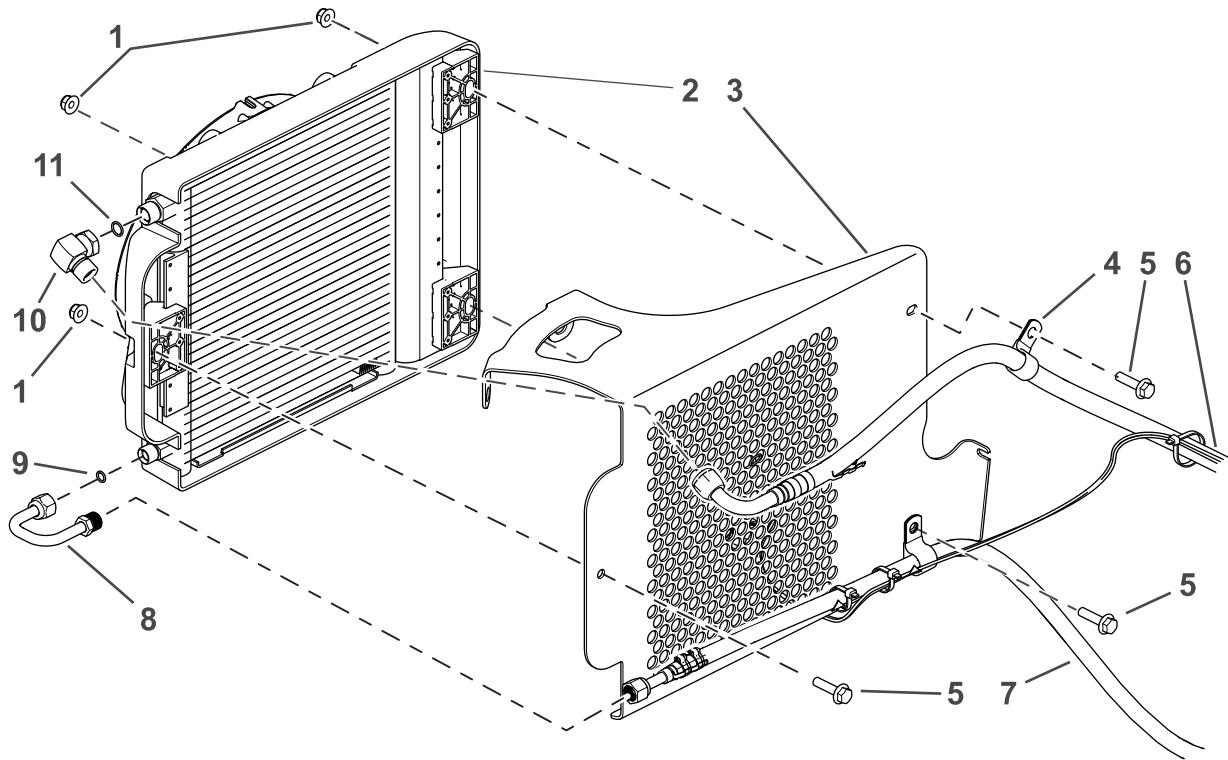

Figure 42
2. Installez le raccord coudé à 90° (pilote à joint torique, -8) et le joint torique (08) sur le haut du condenseur (Figure 42).
3. Installez le raccord coudé à 180° et le joint torique (06) sur le côté du condenseur (Figure 42).
4. Insérez les colliers en R sur les flexibles de condenseur (Figure 42).
5. Fixez le condenseur sur son support avec un boulon (5/16" x 1 1/4") et un écrou à embase (5/16") ; voir la Figure 42. Serrez les boulons à 22,6 N·m.
6. Fixez le tuyau du condenseur allant au boîtier HVAC (tuyau inférieur) sur le condenseur à l'aide du collier en R, d'un boulon (5/16" x 1 1/4") et d'un écrou à embase (5/16") ; voir Figure 42.
10. Fixez le tuyau du condenseur provenant du compresseur (tuyau supérieur) sur le condenseur à l'aide du collier en R, d'un boulon (5/16" x 1 1/4") et d'un écrou à embase (5/16") ; voir Figure 42.